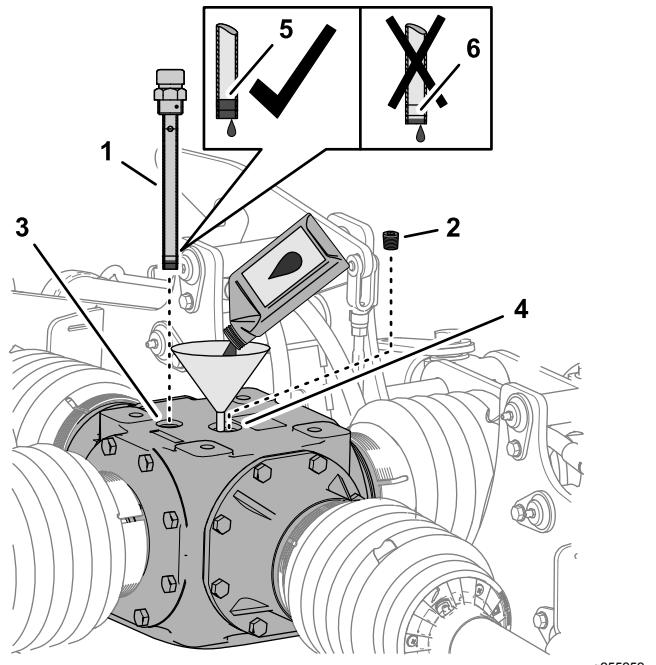

Figura 61
1. Togliete l'asta di livello dal relativo foro nella parte superiore della scatola ingranaggi centrale e pulitela (Figura 61).
2. Togliete il tappo di riempimento dal relativo foro nella parte superiore della scatola ingranaggi (Figura 61).
3. Aggiungete 2.484 ml di lubrificante per ingranaggi specificato nella scatola ingranaggi, attraverso il foro di riempimento (Figura 61).
4. Avvitate l'asta di livello nel foro, togliete l'asta di livello e controllate il livello del lubrificante (Figura 61).
6. Avvitate l'asta di livello nel foro di riempimento e serrate l'asta di livello (Figura 61).
7. Montate il tappo di riempimento nel relativo foro e serratelo (Figura 61).